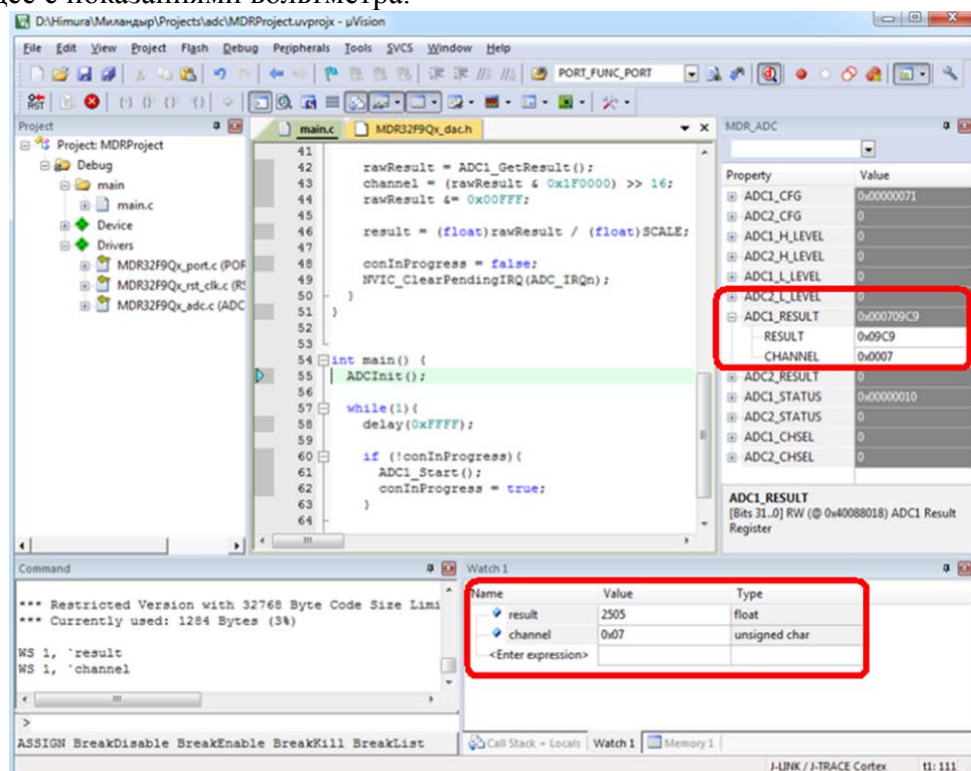

Рисунок 5.5 – Окно Keil uVision в процессе отладки
15. Считать из окна **Watch 1** отладчика значение переменной **result** при известном напряжении на АЦП (рисунок 5.5).
5. Наблюдать переключение светодиодов стенда с частотой около 1 секунды. Подключить осциллограф к контакту 29 разъёма X32.1 (Нулевой провод согласно рис.5.5). Получившаяся осциллограмма показана рис. 6.1.